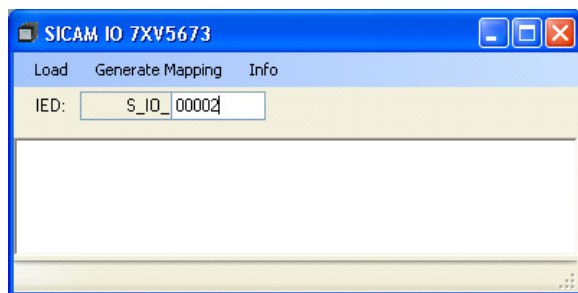

Bild 6-42 SICAM I/O Mapping Tool
- ✧ Setzen Sie denselben IED-Namen wie in DIGSI 4 in das SICAM I/O Mapping Tool ein (z.B. IED-Name S_IO_00002, siehe Bild 6-42).